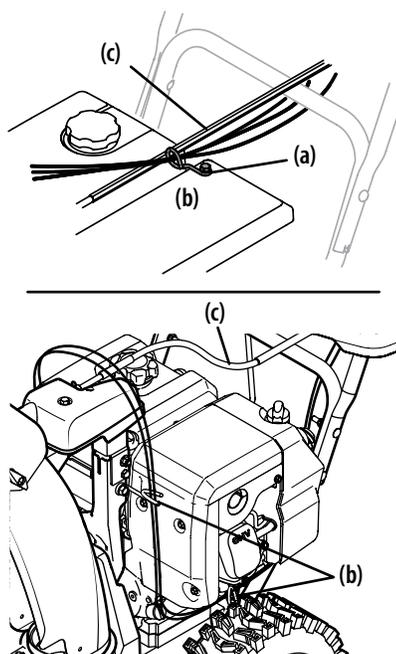

Figure 2-41
Les câbles de la commande de goulotte passent dans un guide-câble (a) situé sur le moteur ou dans deux guide-câbles (b) situés sur le côté gauche de l'appareil. Voir Figure 2-41.
- Pour les modèles avec guide-câble monté sur le moteur (a) :** Vérifiez que tous les câbles sont correctement installés dans le guide-câble situé sur la partie supérieure du moteur. Voir Figure 2-41.
- Pour les modèles avec guide-câbles montés sur le côté (b) :** Vérifiez que tous les câbles sont correctement installés dans le guide-câble situé sous le côté gauche du moteur et dans le guide-câble situé sous la tête de la commande de la goulotte. Voir Figure 2-41.